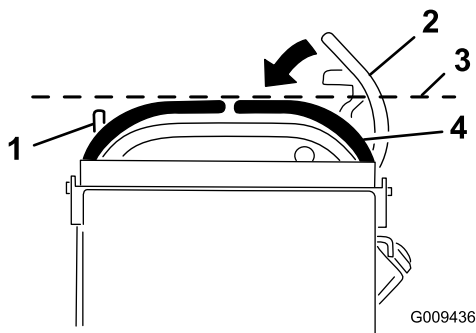

Figura 68
3. Empuje la palanca de control de movimiento de la derecha hacia abajo, sacándola de la posición de bloqueo/punto muerto (Figura 68).
4. Compruebe su alineación horizontal con la palanca de control de movimiento izquierda (Figura 68).